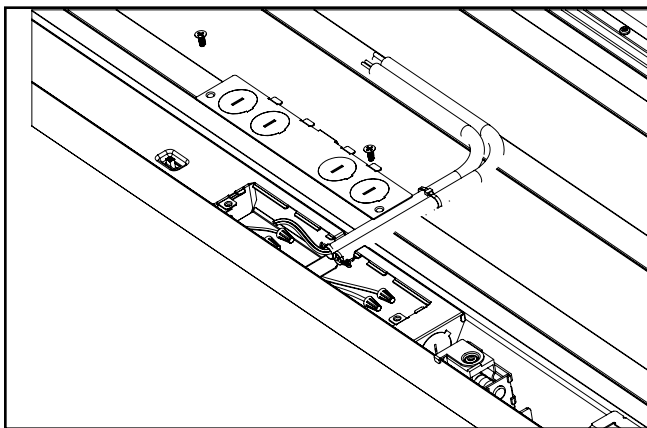

Figure 8.
4. Enlevez les deux vis fixant la plaque d'accès au boîtier du pilote. Voir la figure 8.